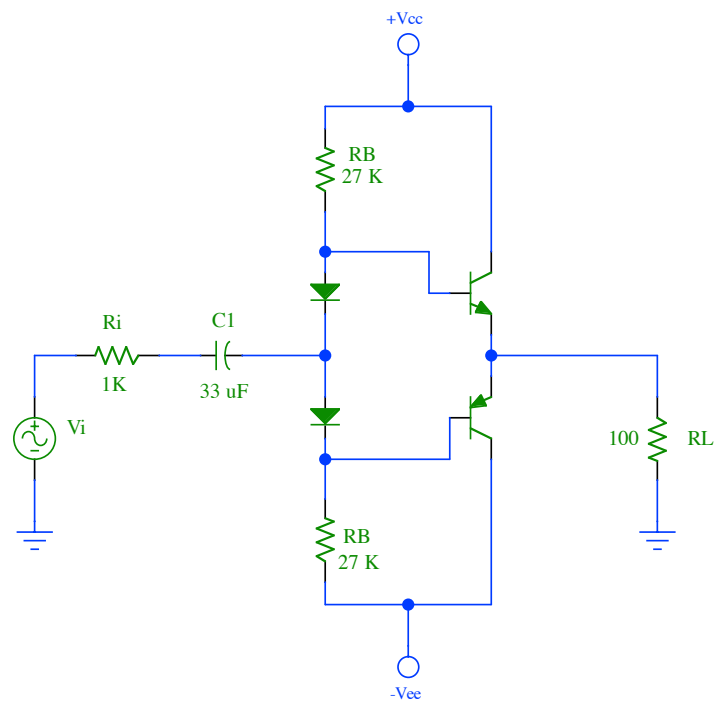

Figura 6.2: Amplificador en configuración de simetría complementaria “push-pull”.
13. Repita el mismo procedimiento para el circuito de la Figura 6.2.